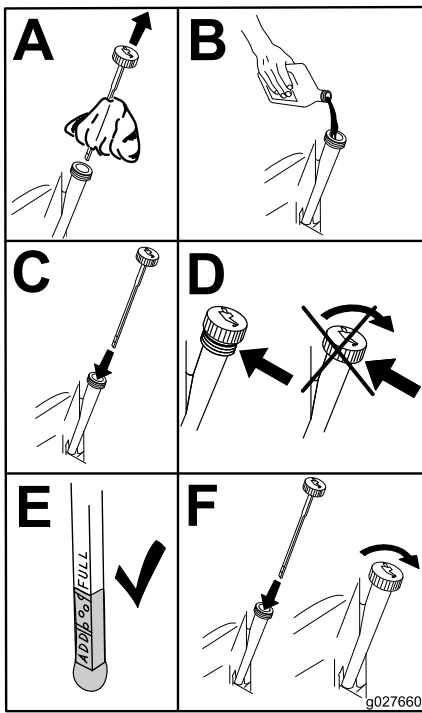

Bild 49
5. Gießen Sie langsam ungefähr 80 % der angegebenen Ölart in den Einfüllstutzen und füllen Sie dann vorsichtig mehr Öl ein, um den Ölstand an die Voll-Markierung zu bringen (Bild 49).